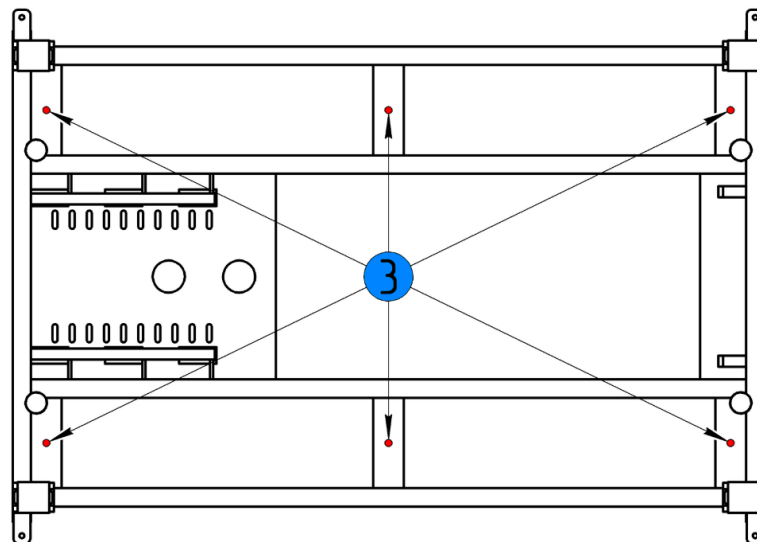

Рисунок 8 – Закрепление основания ножничного подъемника
- При выполнении тестовой процедуры по установке платформы на опорные стойки (см. п. 3.2), закрепите основание ножничного подъемника шестью анкерными болтами M16 (поз. 3, рисунок 8).
5. Установите кулачки стопора в нижнее положение (см. рис.8),